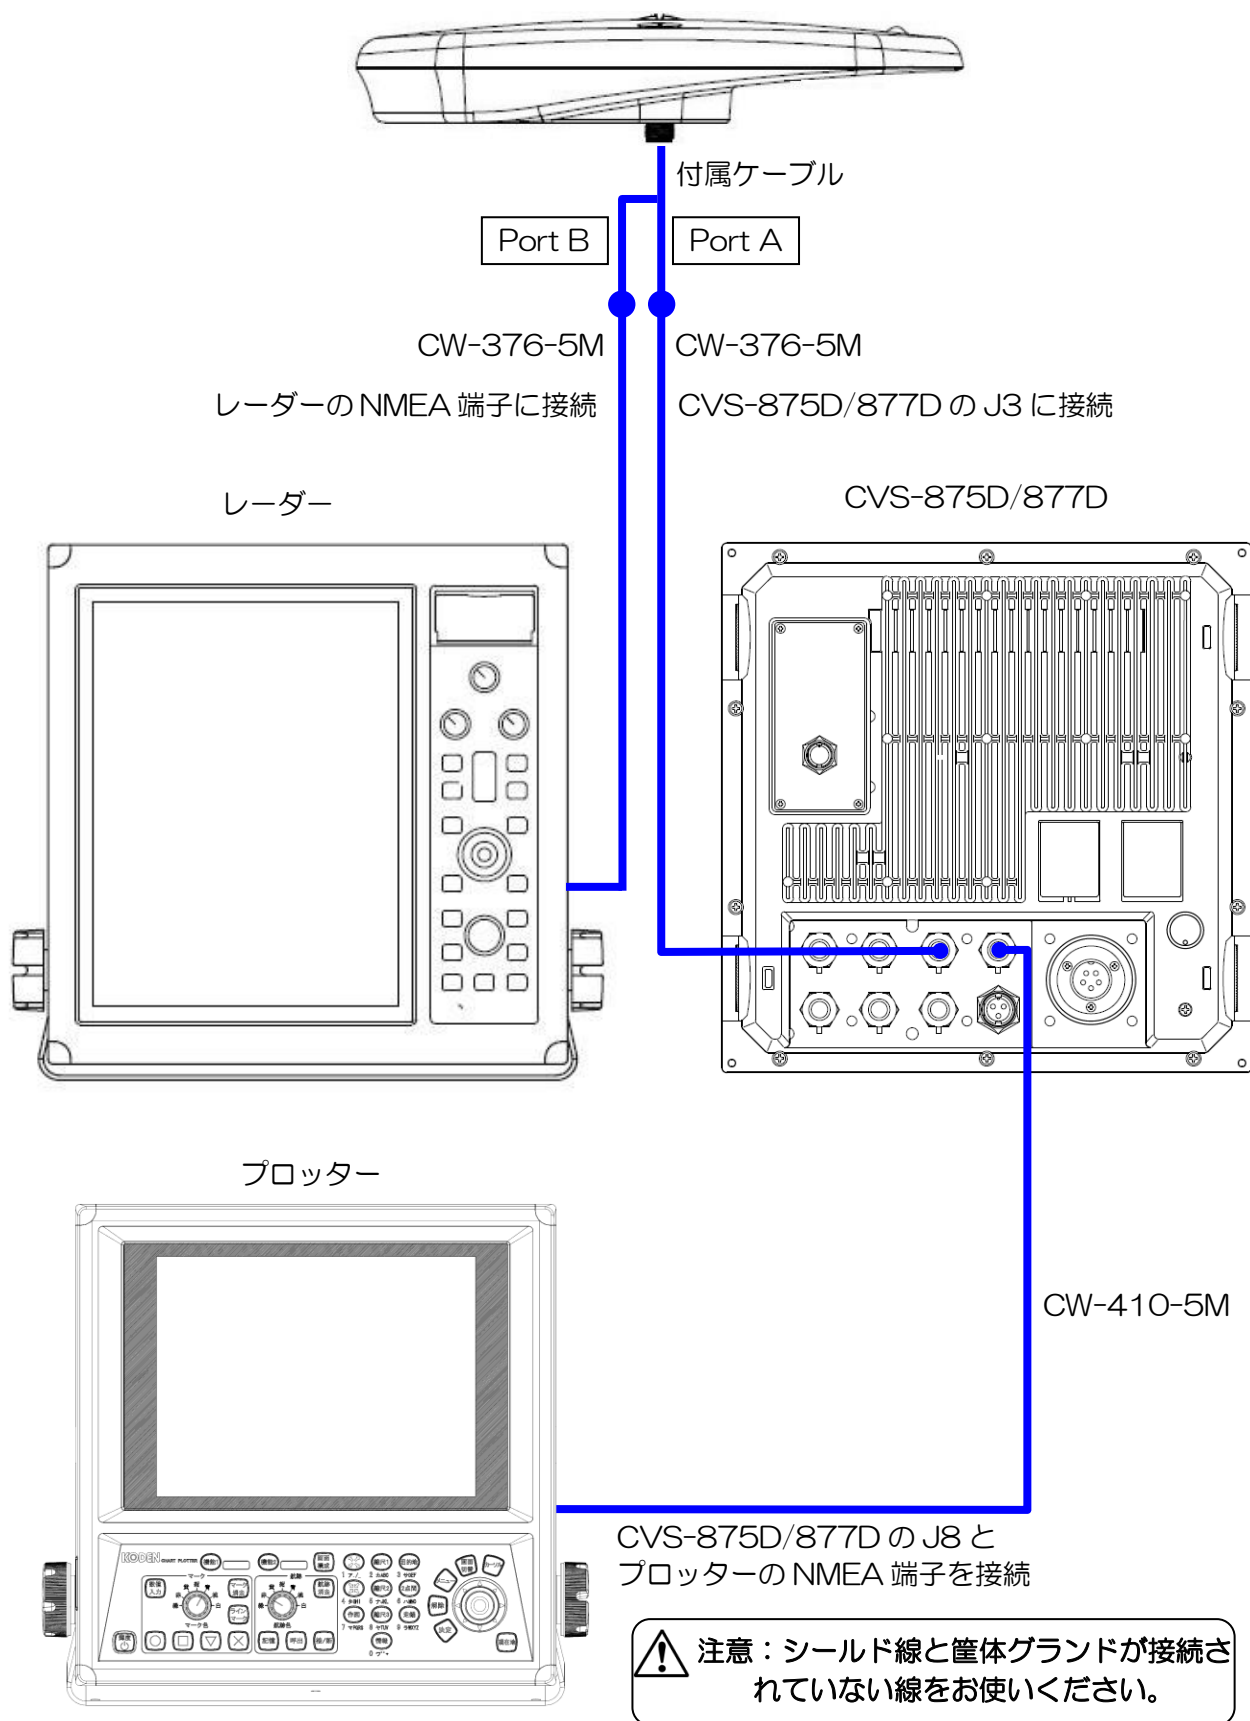
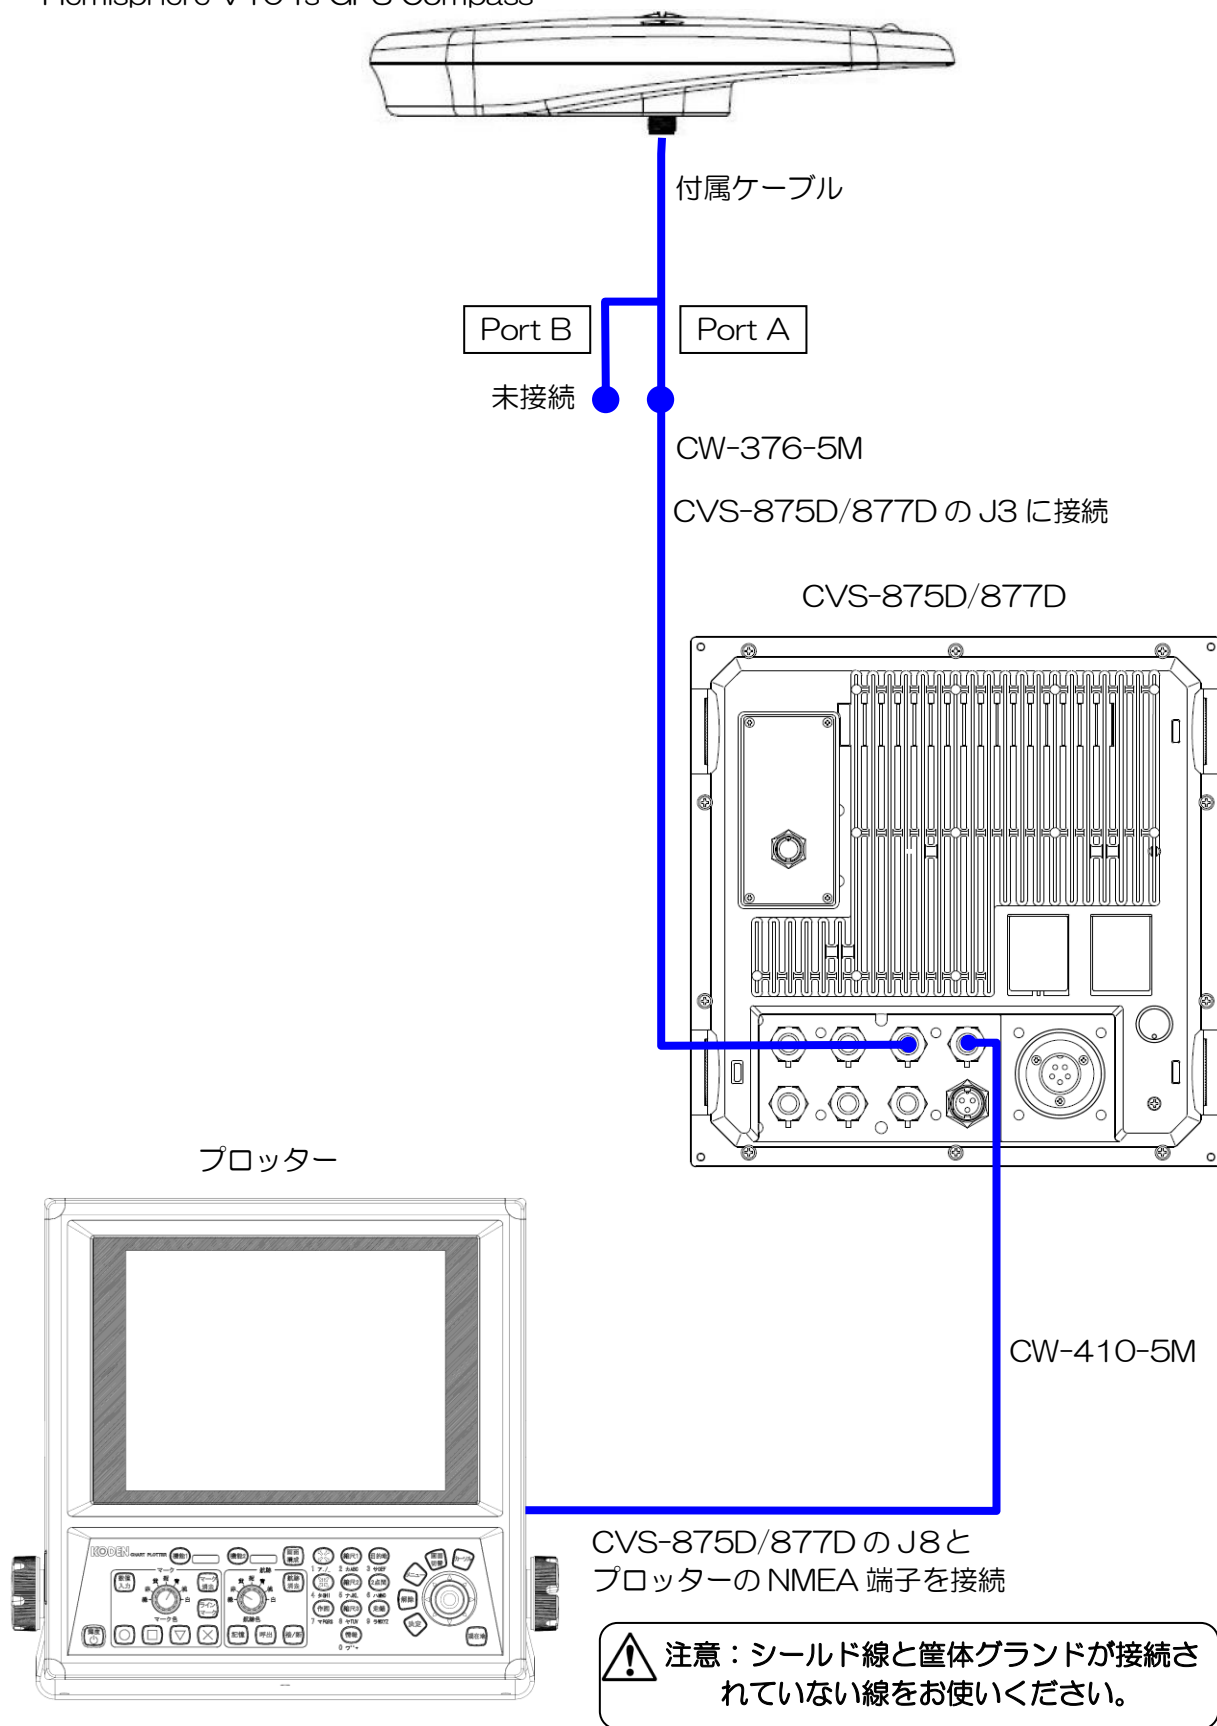

図 1.63 総合接続図 4
図 1.65 総合接続図 6
3) レーダーにも接続し GPS コンパスとして接続する場合は、Port B と半田付けが終了した CW-376-5M をレーダーの NMEA 端子へ接続してください。(図 1.63 総合接続図 4 参照)
それ以外の場合は Port B との接続の必要はありません。(図 1.65 総合接続図 6 参照)
4) 図 1.63 総合接続図 4～図 1.65 総合接続図 6 を参照して、CVS-875D/877D の J8 端子と NMEA で通信する他の機器を接続してください。